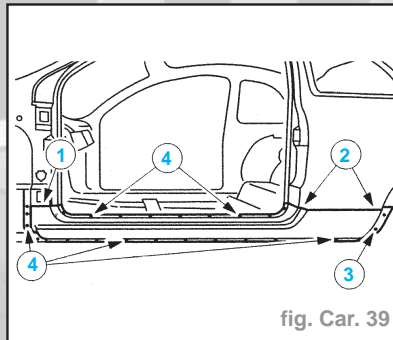

fig. Car. 39
- Souder le bas de caisse (fig. Car. 39) :
- Assembler le bas de caisse sur le montant **A** au moyen de quelques points de soudure, souder sous gaz inerte (1).
- Réaliser une soudure discontinue sous gaz inerte sur le panneau latéral (2).
- Effectuer un soudage par points (3).
- Souder par bouchonnage (4).